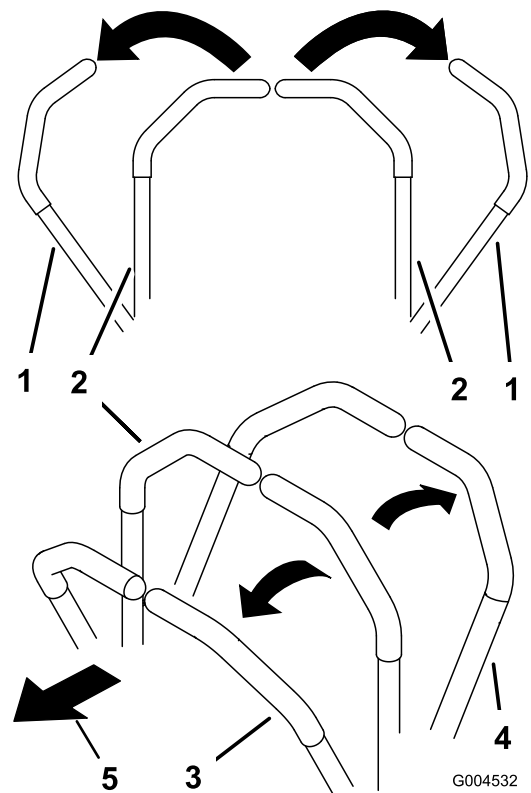

Figure 13
- 2. Pour vous déplacer en marche avant, poussez lentement les leviers de commande de déplacement vers l'avant (Figure 13).
Pour vous déplacer en ligne droite, appliquez une pression égale sur les deux leviers de déplacement (Figure 13).
Pour tourner, relâchez le levier de commande correspondant à la direction que vous voulez prendre (Figure 13).